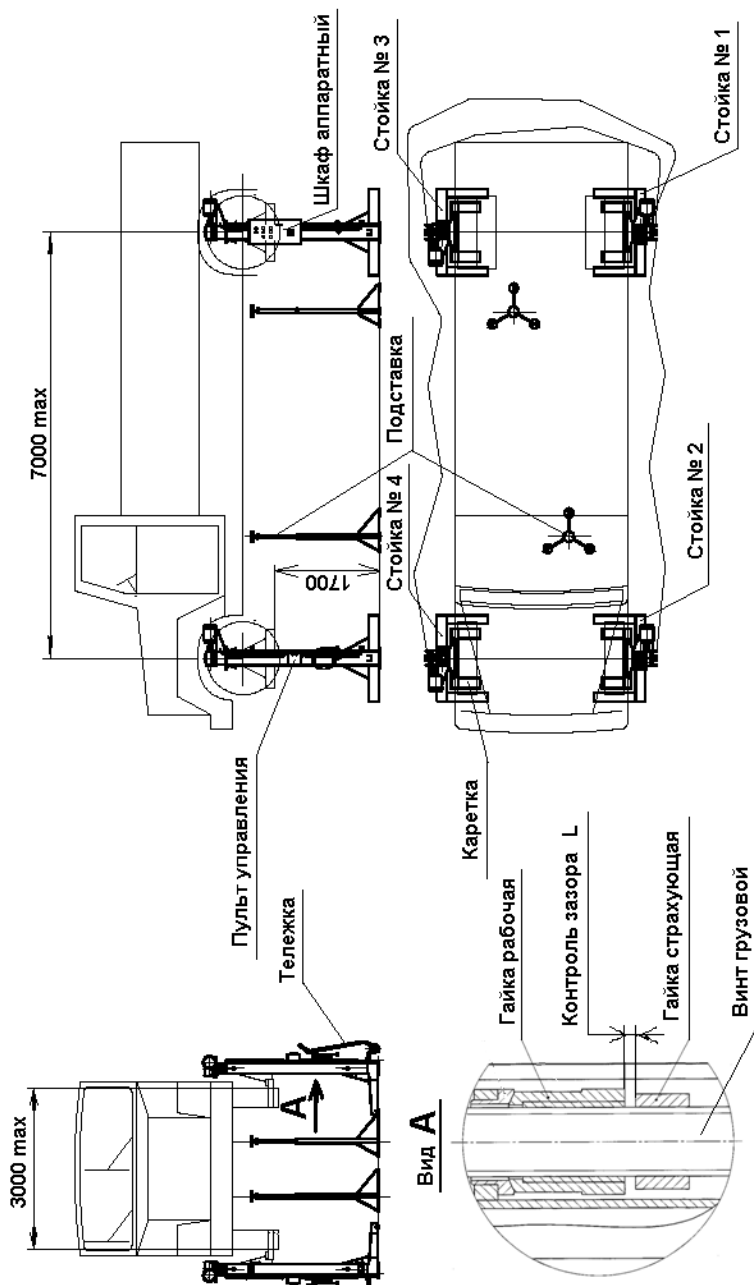
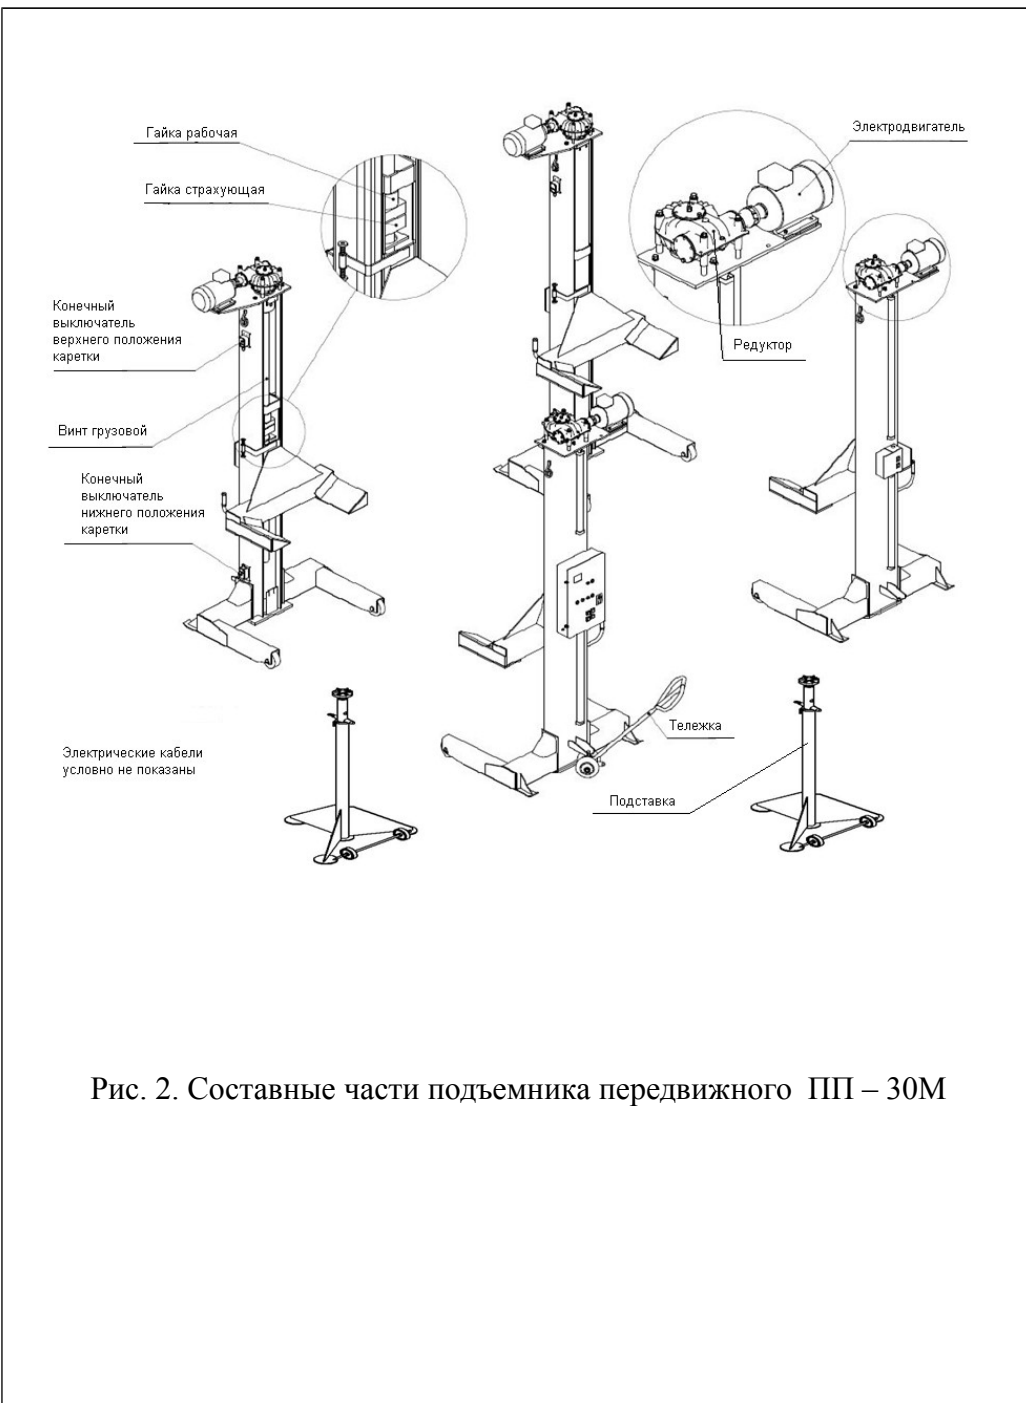

Рис. 1. Подъемник передвижной ПП – 30М
Рис. 2. Составные части подъемника передвижного ПП – 30М
4.1. Подъемник состоит из четырех стоек (см. Рис.1 и Рис.2), каждая из которых имеет электромеханический привод, каретку, грузовой винт, рабочую и страхующую гайки, конечные выключатели верхнего и нижнего положения кареток. На первой стойке установлен шкаф аппаратный, имеющий корпус с панелью электрооборудования, автоматический выключатель, лампочку «Сеть», «Авария», кнопки «Вверх» и «Вниз» для управления первой стойкой и кнопки «Вверх» и «Вниз» для управления всеми стойками одновременно. На остальных стойках установлены посты управления с кнопками «Вверх» и «Вниз» для управления данной стойкой.